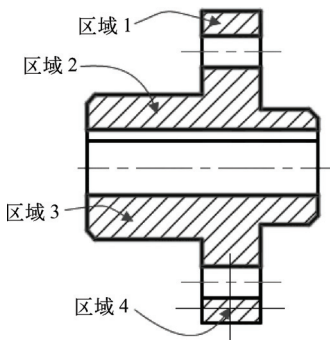

图 3-40 指定 4 个区域
④ 在“边界”面板中单击“拾取点”按钮，接着在图形窗口的区域 1、区域 2、区域 3 和区域 4 内依次任意单击一点，以选择这些区域作为要填充图案的闭合区域，如图 3-40 所示。